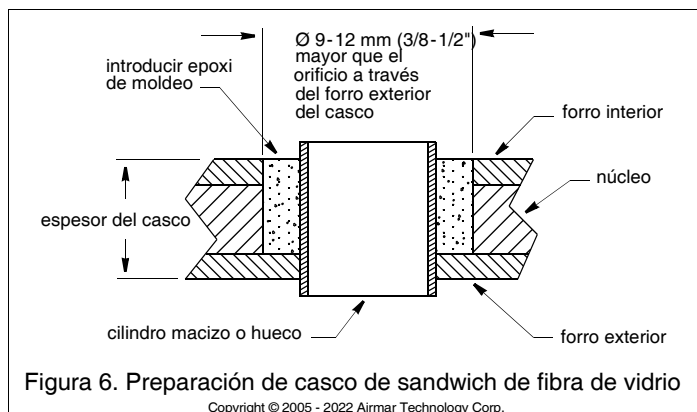

Figura 6. Preparación de casco de sandwich de fibra de vidrio
2. Con una broca hueca de $\text{Ø } 51 \text{ mm}$ o $2''$, recorte el orificio desde el exterior del casco únicamente a través del forro exterior (figura 6).